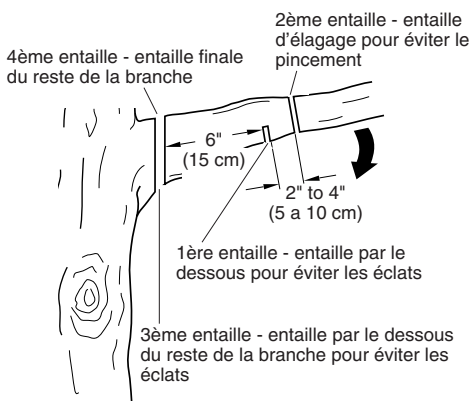

Figure 17 - Coupe d'une branche
1. Faire la première entaille à 15 cm (6 po) du tronc, sur le dessous de la branche. Utiliser le haut de la guide-chaîne pour faire cette entaille. Couper sur 1/3 du diamètre de la branche. (Voir la figure 17.)